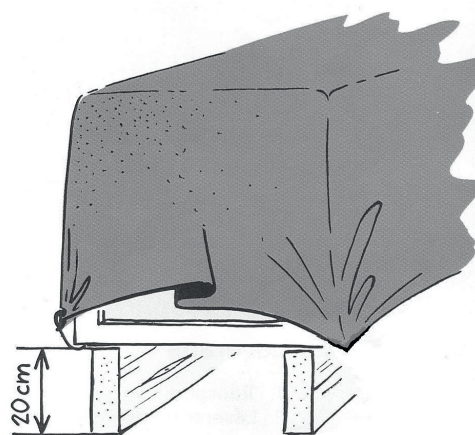

Fig. 2
- Fönstren placeras på högkant på ett plant underlag. Det fria avståndet mellan fönster och mark ska vara minst 20 cm (fig. 2).